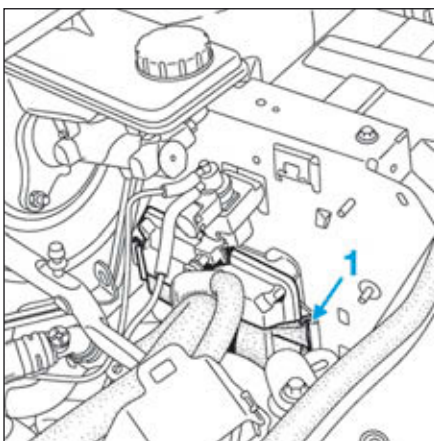

FIG.55
- Dégrafer la sangle de caoutchouc (1) (Fig.55) du calculateur de boîte de vitesses robotisée.